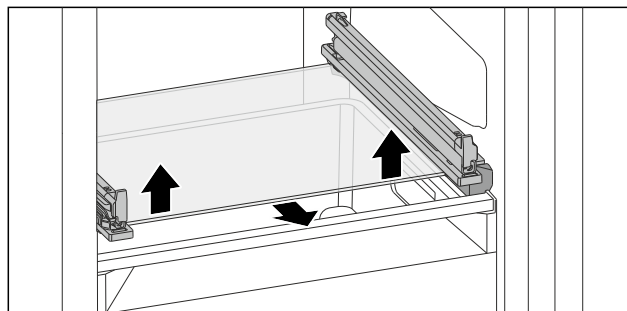

Fig. 140 Скляна пластина відкидного висувного ящика
- ▶ Скляну пластину натиснути з обох боків знизу вгору. (див. Fig. 140)